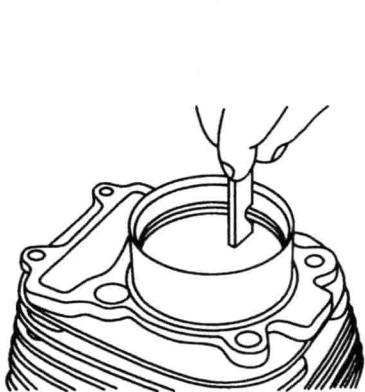

图 1-4 活塞环开口间隙的检查
① 活塞环开口间隙的检查。将活塞环放入标准汽缸，随活塞将其推至汽缸内，然后用塞尺测量活塞环的开口间隙。该开口间隙不大于 0.8mm 为宜。具体操作如图1-4所示。
② 活塞环弹力的检查。取一个新活塞环，将旧活塞环压在新活塞环上，使两副活塞环处于同一平面上，然后用力压旧活塞环，根据此时活塞环的端隙的大小来检查活塞环的弹